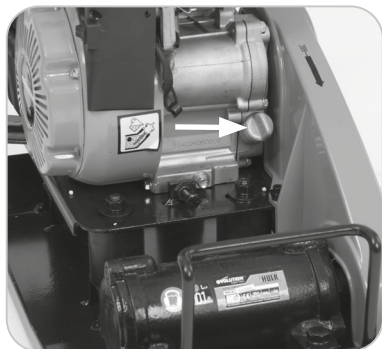

Fig. 13
- Scoateți capacul ștuțului de umplere cu ulei. (**Fig. 13**)